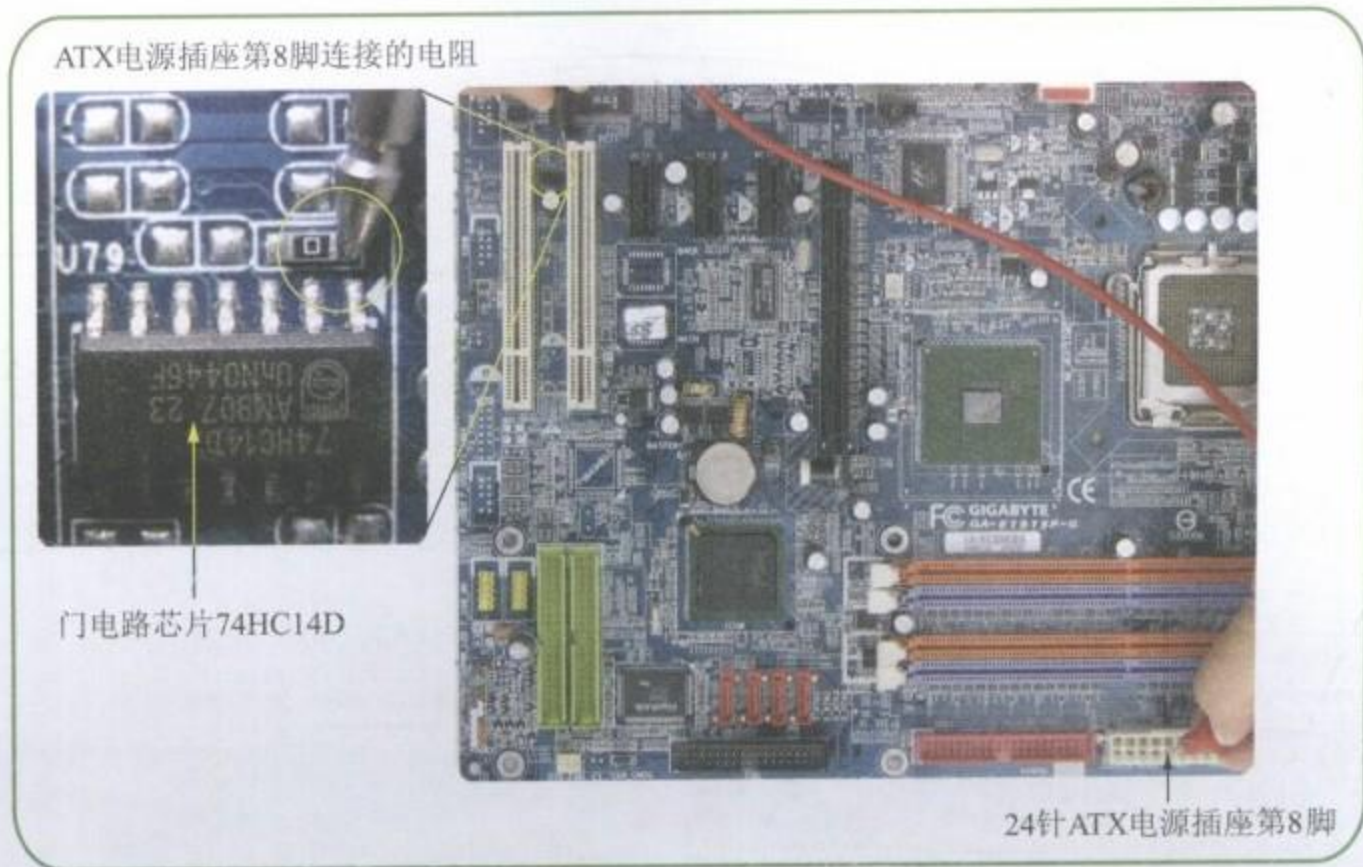

图10-13 测量电源插座的第8脚连接的电阻
Step 01 将万用表调到“蜂鸣”挡，测量电源插座的第8脚连接的电阻，如图10-13所示。